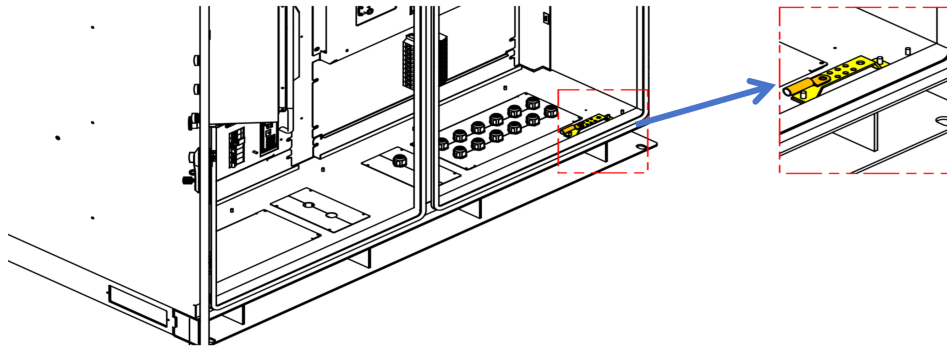

Figura 7-1: Conexión de puesta a tierra
- c. Conectar el terminal de puesta a tierra a la barra de puesta a tierra con el sujetador M10, según se muestra en la Figura 7-1.
- El terminal de puesta a tierra del gabinete de la batería se encuentra en la barra de puesta a tierra situada en el interior del gabinete, como se muestra en la Figura 7-1 (consulte Grounding the Battery Cabinet).